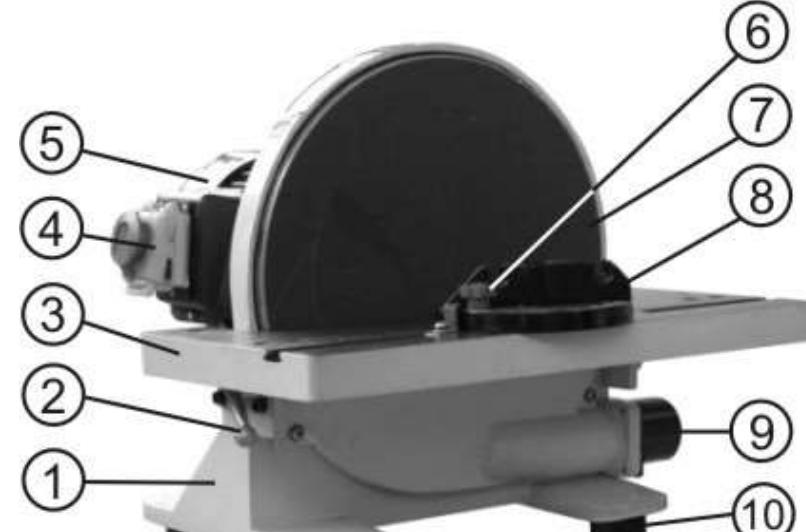

Рис.1
В паз рабочего стола (3) вставьте направляющую пластину транспортира (8), Рис.1.
9. ПОДГОТОВКА К РАБОТЕ (Рис.1)
10.2. Шлифование под углом (Рис.1, 3)
- 10.2.2. Для регулировки рабочего стола (3) поверните ручки фиксации положения стола (2), Рис.1, против часовой стрелки, установите стол (3) на необходимый угол наклона, поверните ручки (8), Рис.1, в противоположном направлении до определенного усилия. Хорошо закрепленный рабочий стол (3) обеспечит высокую точность.